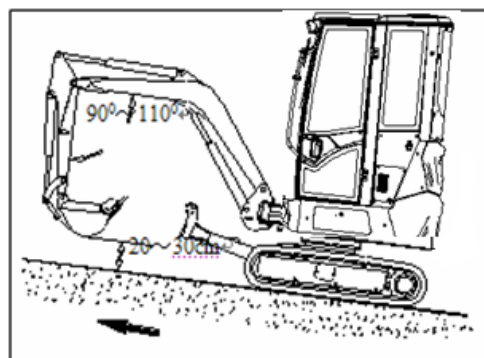

FIG. 4.4.7
- 7) Utilajul trebuie să se deplaseze în poziție atunci când se deplasează în sus pe o pantă de 15° sau mai mare (FIG. 4.4.7).